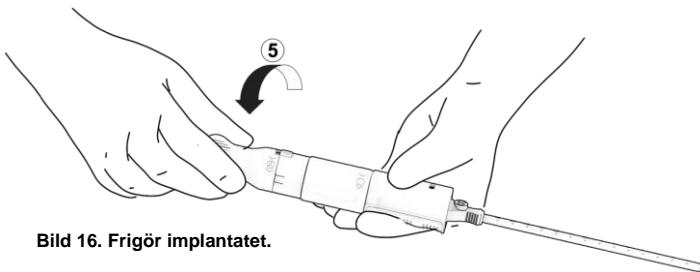

Bild 16. Frigör implantatet.
- a. Placera den fria handen på frigöringskolven (märkt med "5") och rotera denna greppsektion en bit, 90° i den riktning som anges, fram till de första inriktningsmärkena. Bild 16. Implantatet är nu i den helt expanderade konfigurationen, men det är fortfarande fäst vid anordningens handtag.